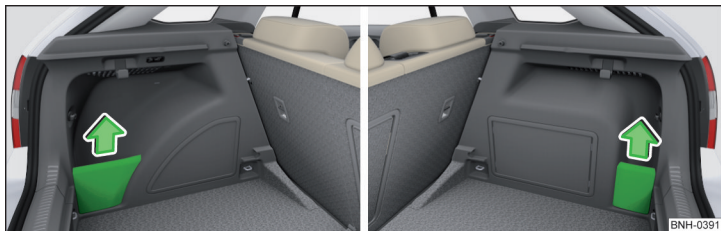

Fig. 107 Îndepărtarea capacului compartimentului de depozitare stânga/dreapta
► Pentru **scoatere**, prindeți capacul de partea de sus și scoateți-l în sensul săgeții » fig. 107.